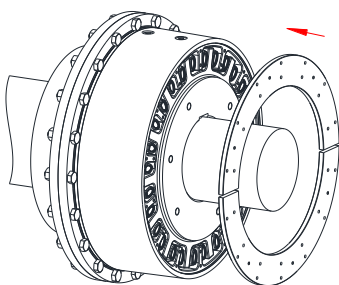

Fig. 15
- Montez d'abord les segments de couvercle (composant 3) à la main avec les vis cylindriques DIN EN ISO 4762 (composant 6) (voir Figure 15, 16 et 17).